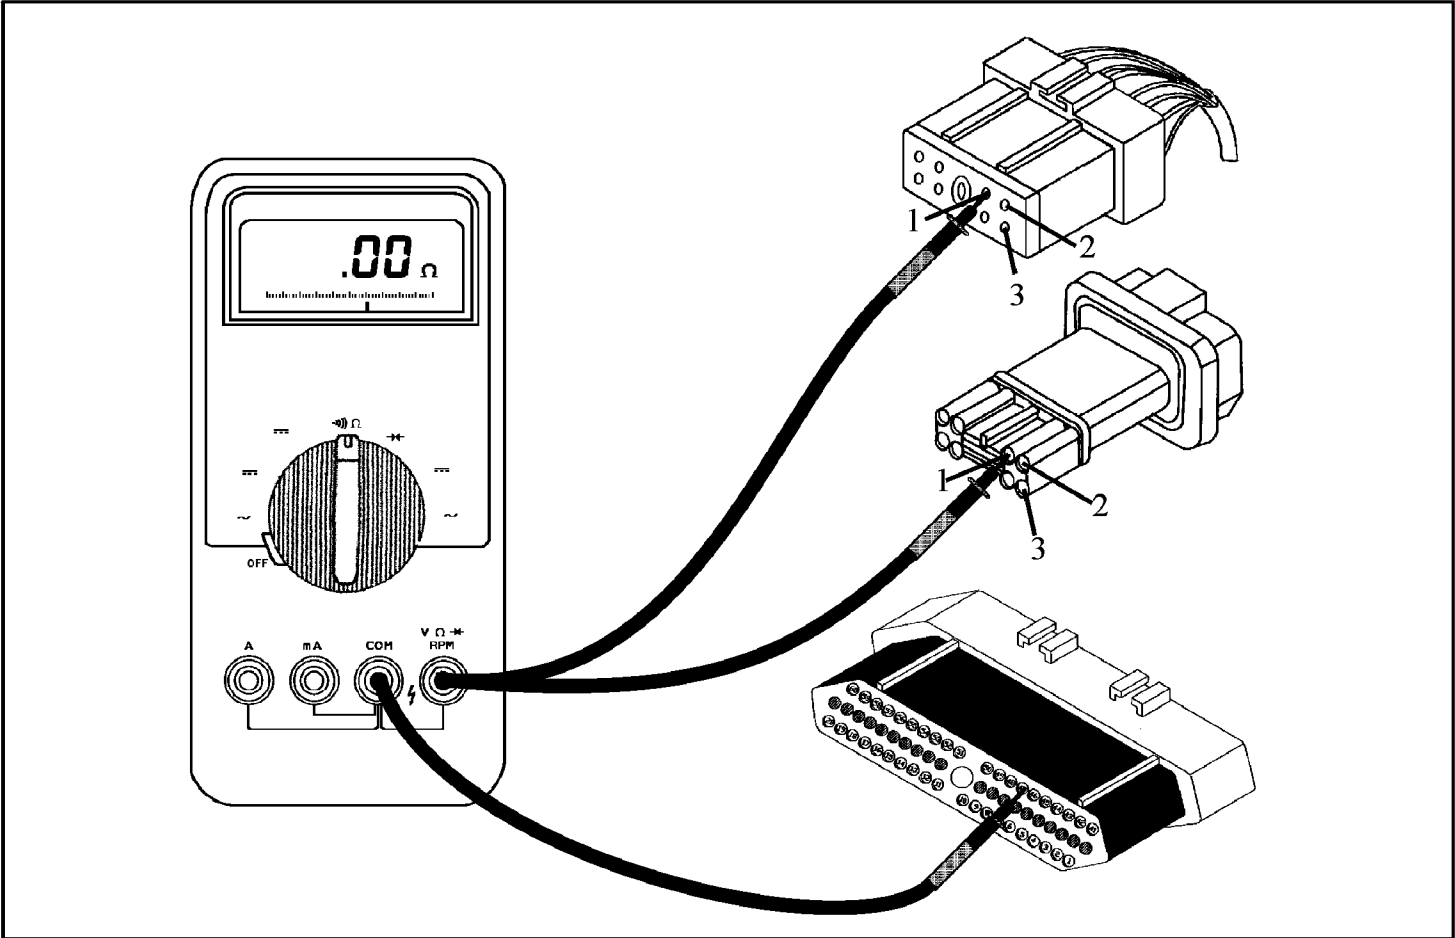

Figura 31
- Haga una prueba de continuidad a los alambres apropiados entre el conector del TCM y el cuerpo de solenoides (Vea la figura 31).